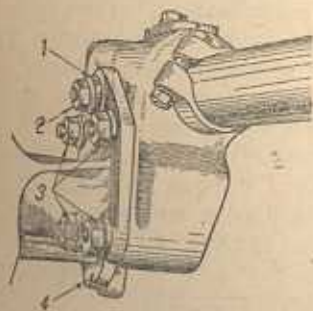

Рис. 38. Регулировка люфта в зацеплении червяка с сектором:
1. Предварительно проверь, затянуты ли гайки шпильки опорного кронштейна 3 (рис. 38) и зажимная гайка 2.
3. Отверни гайки шпилек опорного кронштейна 3 (рис. 38) на $\frac{1}{4}$ оборота и зажимную гайку 2 эксцентриковой втулки на $\frac{1}{2}$ оборота.